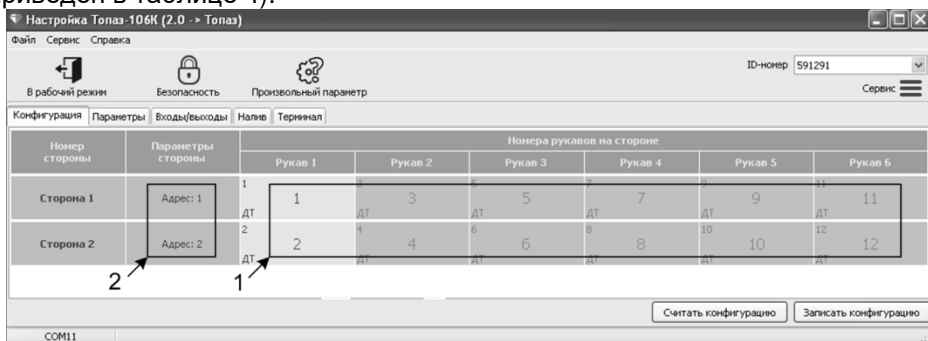

Рисунок 3
6.3 На первой вкладке программы считать конфигурацию устройства, нажав соответствующую кнопку (рисунок 3). Настроить параметры рукава: сетевой адрес, режим работы и вид топлива (полный перечень параметров приведен в таблице 4).